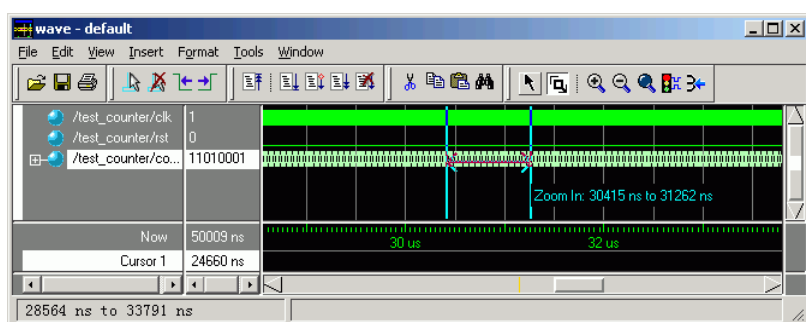

图3-39 缩放波形显示
- (1) 在波形窗口的工具栏中有很多用来进行显示缩放的快捷按钮，通过这些按钮可以很方便地控制波形的显示大小，如图 3-39 所示。